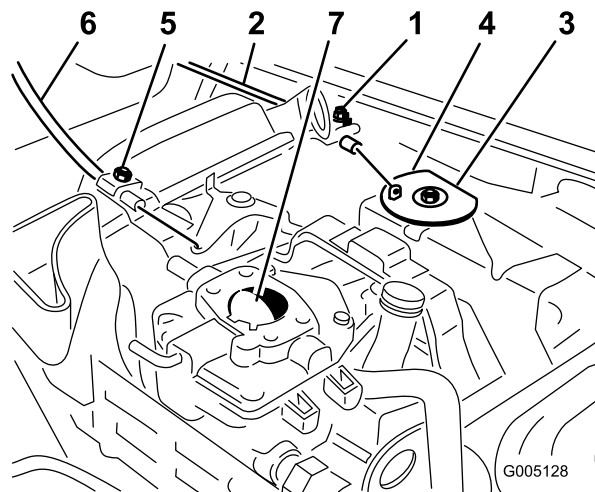

Figura 47
1. Afloje el tornillo de la abrazadera que fija el cable al motor (Figura 47).
3. Tire firmemente del cable del acelerador hasta que la parte trasera del pivote entre en contacto con el tope (Figura 47).
3. Tire firmemente del cable del estérter hasta que la palomilla esté cerrada del todo, luego apriete el tornillo de la abrazadera (Figura 47).